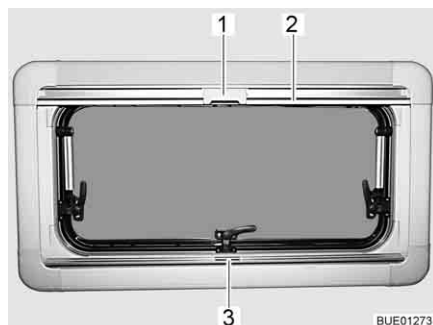
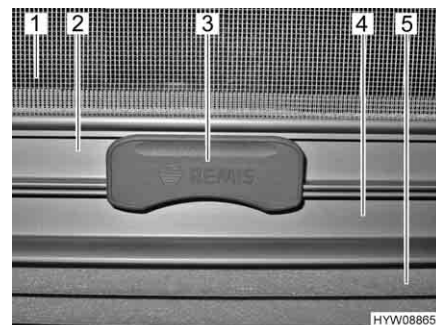

Fig. 66 Finestra apribile
Fig. 67 Aggancio
La tendina oscurante pieghevole (Fig. 67,5) è montata nella cassetta inferiore.
- Afferrare la tendina oscurante pieghevole per la parte centrale della barra di presa (Fig. 66,3 e Fig. 67,4), tirarla dal basso verso l'alto e rilasciarla nella posizione desiderata. La tendina oscurante pieghevole rimane in questa posizione.
La zanzariera a rullo (Fig. 67,1) è montata nella cassetta superiore.
- Tirare la zanzariera a rullo accompagnandola con la barra di presa (Fig. 66,2 e Fig. 67,2) verso il basso, fino a quando la barra di presa non arriva a contatto con la tendina oscurante pieghevole (Fig. 67,4).
- Bloccare l'aggancio (Fig. 66,1 e Fig. 67,3) della zanzariera a rullo nella barra di presa della tendina oscurante pieghevole. Se l'aggancio risulta bloccato, la tendina oscurante pieghevole e la zanzariera a rullo possono essere spostate insieme.
- Premere in alto l'aggancio (Fig. 67,3) sulla zanzariera a rullo.
- Ricondurre lentamente la zanzariera a rullo accompagnandola con la barra di presa (Fig. 66,2).